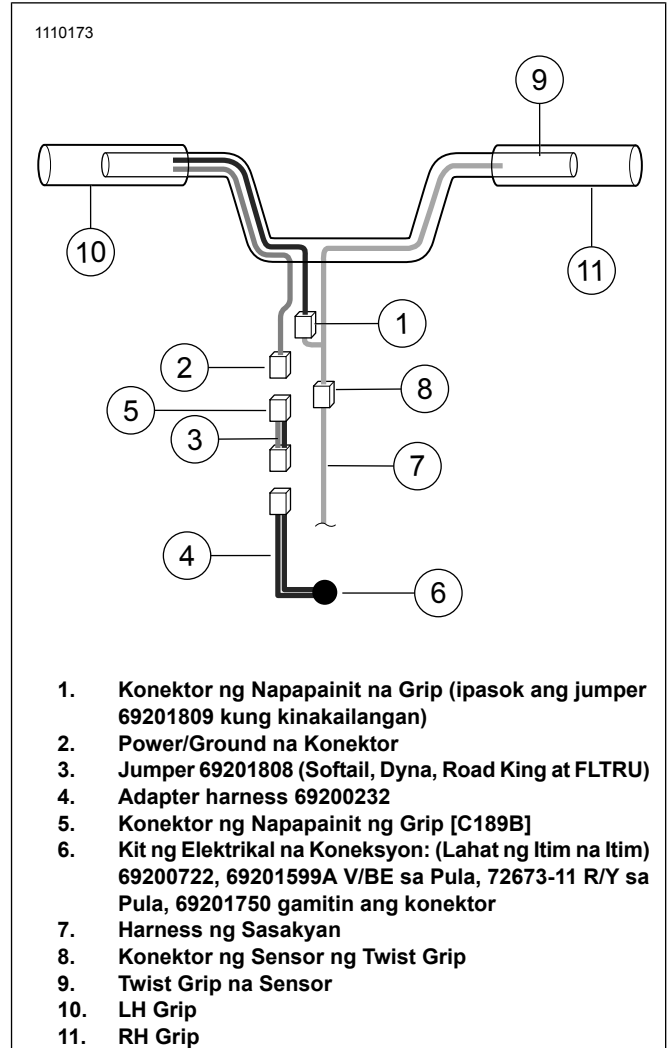

Figure 9. Mga Elektrikal na Koneksyon
- Tingnan ang Figure 9 . Tanggalin ang panlabas na fairing.
- Ikonekta ang interconnect ng napapainit na grip (1) mula Figure 9 sa LH grip.
- Ikonekta ang kable ng power/ground ng napapainit na grip (2) mula sa LH mula sa Figure 9 .
- Tingnan ang Figure 9. I-mate ang 2-way na konektor mula sa napapainit ng grip (2) sa 2-way na konektor ng 69201750 sa likod ng headlamp. Idagdag ang jumper (3) kung kinakailangan ng karagdagang haba.
- Putulin ang jumper (4) sa haba na sapat upang i-splice sa kit (6).
- Balatan ang mga kable at i-splice sa harness ng elektrikal na koneksyon (7).
- Tapusin ang pagkakabit ng kit ng elektrikal na koneksyon (6) ayon sa mga tagubilin ng kit.